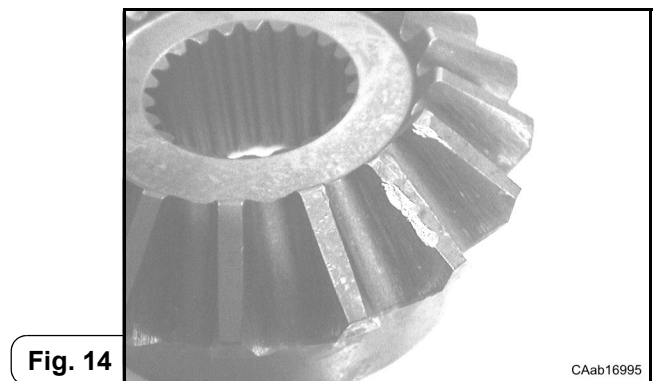

Fig. 14
- Controllare che tutti gli ingranaggi non presentino avarie od usure eccessive delle dentature: gli smussi dei denti non devono essere deteriorati (Fig. 14).
- Gears should not be spoiled and teething should not be excessively worn out. Teeth smoothing should not be deteriorated (Fig. 14).